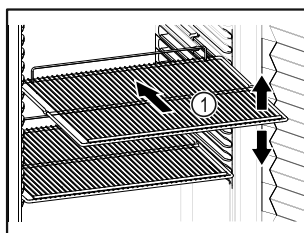

Fig. 88 Representación a modo de ejemplo
- ❑ Si los estantes *Fig. 88 (1)* se pueden mover, ajustarlos según la altura.